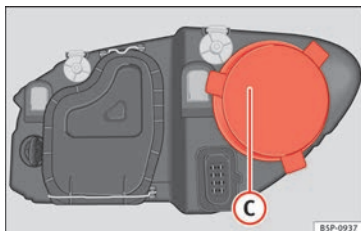

Bild 180 Helljusstrålkastare.
- Ta bort locket » bild 180 ③ genom att dra i denna.